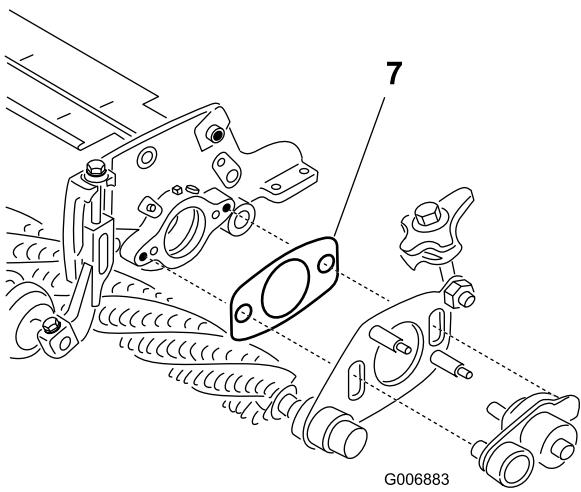

Bild 50
7. Stellen Sie sicher, dass die Beilagscheibe (Bild 50) zwischen der Schwenkplatte des Groomers an der Antriebsseite und der Seitenplatte der Schneideeinheit nicht von der Drehnabe gequetscht wird. Die Beilagscheibe muss sich ungehindert drehen können.